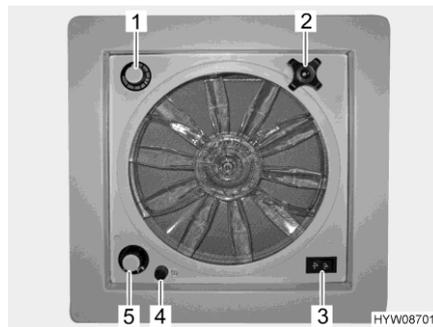

Fig. 80 Claraboya con ventilador
▷ Un fusible de 4 A (Fig. 80,4) protege al motor del ventilador de sobrecarga. Si ha ocurrido una sobrecarga: Determinar y remediar primero la causa (p. ej. obstrucción del ventilador) y sustituir el fusible apenas después.
Abrir la claraboya: ■ Girar el tirador giratorio (Fig. 80,2) hasta alcanzar el ángulo de apertura deseado.
Ventilar/purgar de aire: ■ Ajustar el interruptor oscilante (Fig. 80,3) en "Ventilación" (corriente de aire del exterior al interior) o en "Purga de aire" (corriente de aire del interior al exterior).
Desconectar el ventilador: ■ Ajustar el interruptor oscilante (Fig. 80,3) en la posición central.
Ajustar la velocidad del ventilador: ■ Ajustar el interruptor giratorio (Fig. 80,5) en el nivel deseado:
Ajustar la temperatura: ■ Girar el termostato (Fig. 80,1) hasta el tope en sentido "azul".
- Girar el capuchón negro (Fig. 80,4) un cuarto de vuelta en sentido contrario a las agujas del reloj.